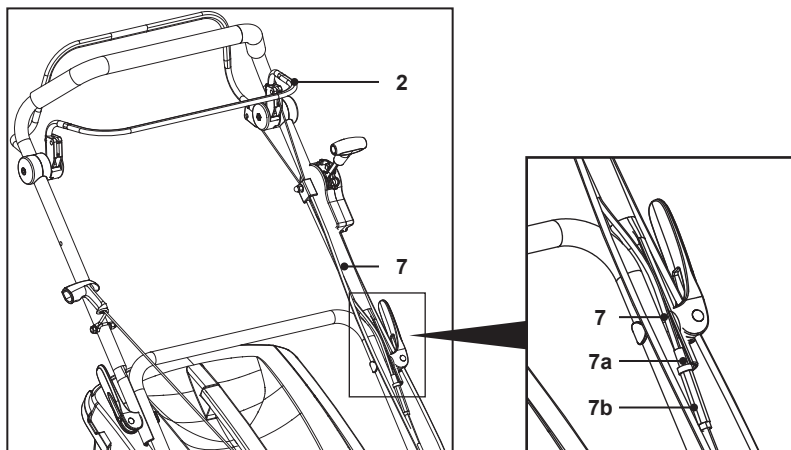

Fig. 35
Si les roues arrière (25) ne tournent pas lors de l'actionnement du levier de traction (2), il peut être nécessaire de régler le câble de traction (7) (Fig. 35).